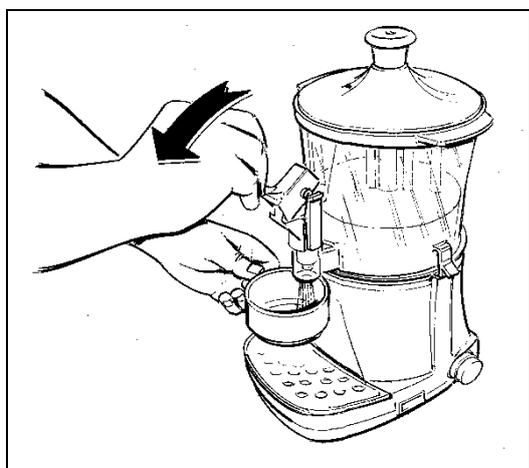

Fig. 6
- Pour distribuer le produit, placer la tasse sous le robinet et tirer le levier comme sur la figure 6.